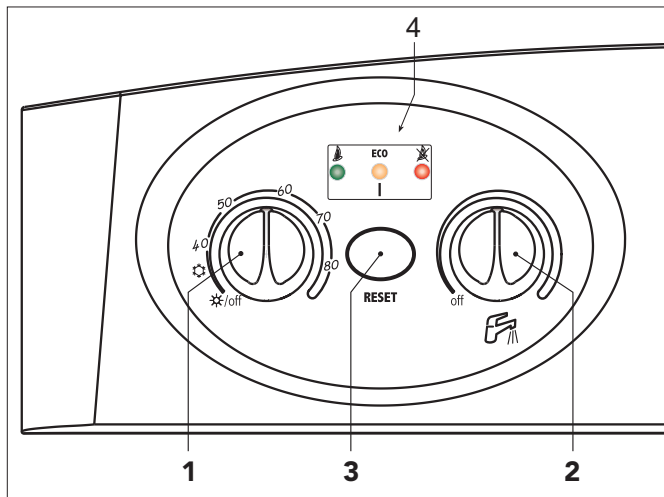

Fig. 1
Durante el funcionamiento normal, el control de diagnóstico informa sobre el estado de la caldera mediante los leds (4 - fig.1):
Gírar hasta el mínimo los dos mandos (ref. 1 y 2, fig. 1).
La temperatura de ida de la calefacción se programa mediante el correspondiente mando (ref. 1 - fig. 1).
La temperatura del agua sanitaria se programa mediante el mando (ref. 2 - fig. 1).
Caldera bloqueada	Controlar que la llave del gas instalada aguas arriba de la caldera y la instalada en el contador estén abiertas. Accionar el pulsador multifunción por un segundo (fig. 1). Si la caldera se bloquea repetidamente, ponerse en contacto con el centro de asistencia.